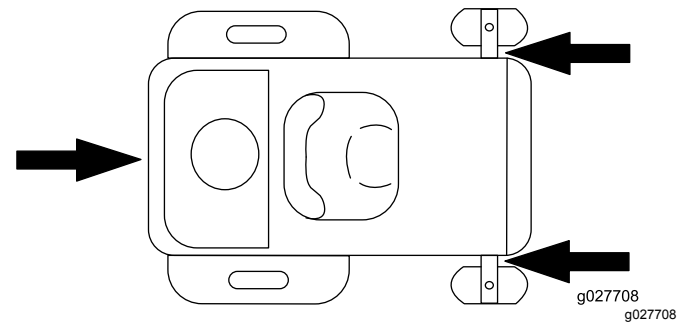

Bild 36
5. Vergurten Sie die Maschine in der Nähe der vorderen Laufräder und der hinteren Stoßstange (Bild 36).